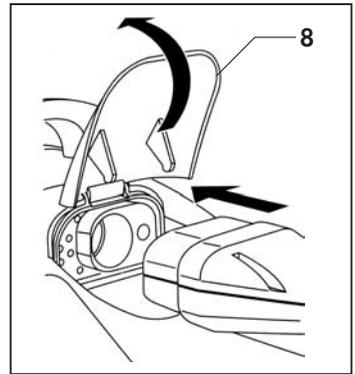

Fig. 3
- Inserire la spina di alimentazione elettrica (11) nella presa di corrente.
- Premere l'interruttore generale (6) per accendere la macchina.
- Aprire completamente lo sportello della presa accessori (8) ed inserire l'attacco rapido del tubo flessibile nella presa posta sulla parte anteriore dell'apparecchio, premendo a fondo **(Fig. 3)**.
- Chiudere lo sportello della presa accessori (8) sul corpo dell'attacco rapido assicurandosi che i due particolari si aggancino.
- Collegare al flessibile (R) l'accessorio secondo le esigenze di pulizia;
- Regolare la potenza di aspirazione ruotando la manopola (9).